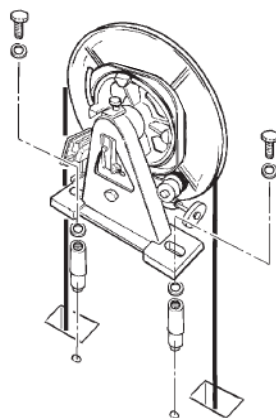

рис. 3
- Закрепите ограничитель скорости (рис. 3).